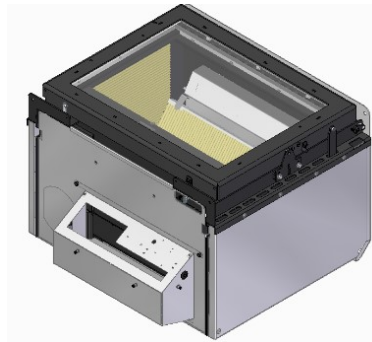

Figura 53 – Desmontaje de las microarticulaciones inferiores
b. Fijar el kit de ventilación debajo del equipo, en la parte inferior, como se muestra en la imagen, ver Figura 53.